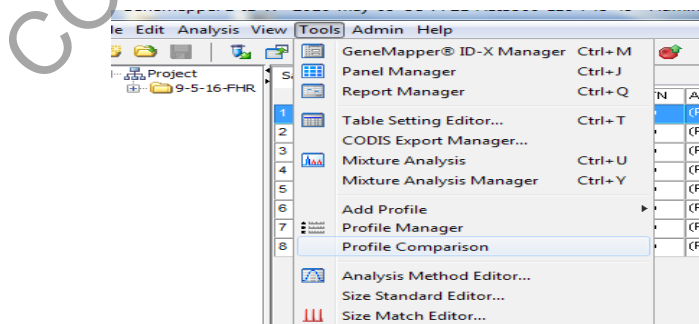

Figura 51. Pestaña comparación de perfiles.
**7.17.17** Una vez revisados los marcadores internos, proceda a revisar la escalera alélica: Selecciónela y haga click en "**Display Plots**" que se encuentra bajo el ícono de la figura 51. Se desplegará el electroferograma de la escalera alélica.
**7.18.1** Seleccione la pestaña "**Tools**" y dele click en "**Profile Comparison**" (ver figura 51).